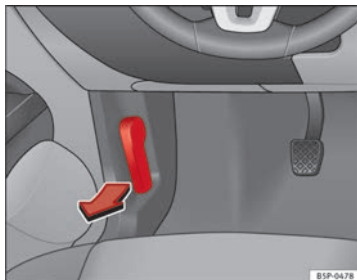

Abb. 161 Ausschnitt aus dem Fußraum auf der Fahrerseite: Entriegelungshebel für die Motorraumklappe
- Ziehen Sie den Hebel unter der Instrumententafel ⇒ Abb. 161 in Pfeilrichtung. Die Motorraumklappe wird durch Federwirkung entriegelt ⇒ △.